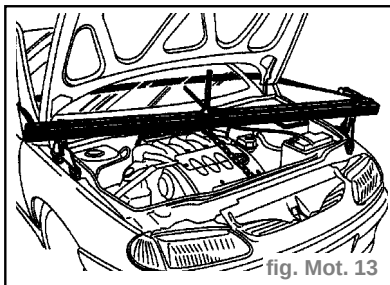

fig. Mot. 13
- la protection (3) du calculateur en ayant écarté le bocal de direction assistée,
- la fixation (4) du tuyau de conditionnement d'air,
- les tuyaux d'alimentation et de retour carburant (5) sur les rampes d'injection à l'aide d'un tournevis puis les dégrafer sur le carter de distribution.
- Mettre en place le support moteur. (fig. Mot. 13)